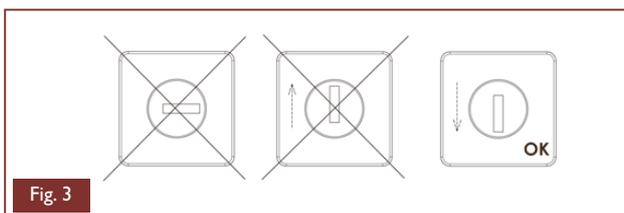

Fig. 3
- Mettez la serrure avec la fente verticale et toujours orientée vers le bas, voir Fig.3